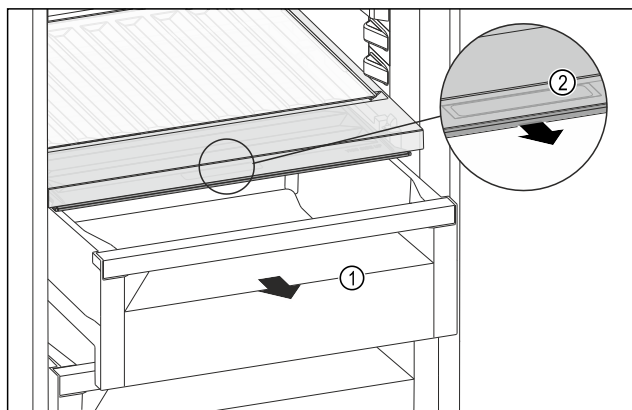

Fig. 109
- Zásuvku Fig. 109 (1) vytáhněte.
- Uchopte prohlubeň pro rukojeť Fig. 109 (2) na víku zásuvky a současně zatáhněte za víko zásuvky směrem dopředu.